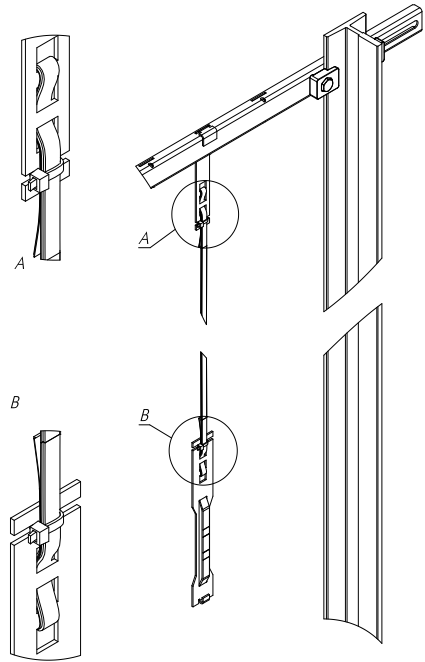

FIG 4
- D** Der Bandhalter muss bei diesem Schritt im Querträger sein. Fädeln Sie nun das Band in den Bandhalter wie im Bild gezeigt. Achten Sie auf die Orientierung des Bandes. Die Magnetseite muss später zum Sensorkörper zeigen. Das Prinzip funktioniert wie ein selbsthemmender Gürtel. Lassen Sie mindestens 20 cm Band überstehen und drücken Sie das Band im Bandhalter flach. Ein Knick im oberen Bogen ist gewünscht. Sichern Sie zum Schluss das Band mit einem Kabelbinder am unteren Ende des Bandhalters (siehe FIG4).
- E** This step must be done with the clamp inside the crossbeam. Thread the tape through the clamp and back down, as shown. Mind the orientation of the tape – the magnet side must face the sensor body later on. Basically, the fixture works like a self-locking belt. Leave at least 20 cm tape at the spare end. Press the loops flat in the clamp. There should be a break in the upper loop. In the end, secure the tape with a cable tie at the bottom of the clamp (see FIG 4).
- F** Cette étape doit être effectuée avec l'attache insérée dans la traverse. Glissez la bande dans l'attache puis repassez. Attention au sens de la bande - la face magnétique doit être située du côté du corps du capteur. Le principe est un auto serrage de la bande. Laissez au moins 20 cm de bande dépasser l'extrémité de l'attache. Tirez alors sur la bande pour replier la boucle et sécuriser la en installant un serre câble (voir FIG 4).
- D** Nach dem Verlegen des Bandes im Aufzugschacht, bringen Sie den Bandhalter für Positionsschalter am unteren Ende des Bandes an. Lassen sie mindestens 20 cm Band überstehen und drücken Sie das Band im Bandhalter flach. Ein Knick im unteren Bogen ist gewünscht. Sichern Sie zum Schluss das Band mit einem Kabelbinder am oberen Ende des Bandhalters (siehe FIG 4).
- E** After the tape has been installed in the shaft, fix the tape fixture for the position switch to the lower end of the tape. Leave at least 20 cm at the spare end and press the loop flat in the clamp. There should be a break in the lower loop. The end, secure the tape with a cable tie at the top of the clamp (see FIG 4).
- F** Une fois la bande installée dans la cage d'ascenseur, installez à l'extrémité basse de la bande l'attache pour interrupteur Laissez au moins 20 cm de bande dépasser l'extrémité de l'attache. Tirez alors la bande pour replier la boucle et sécurisez la en installant un serre câble (voir FIG 4).